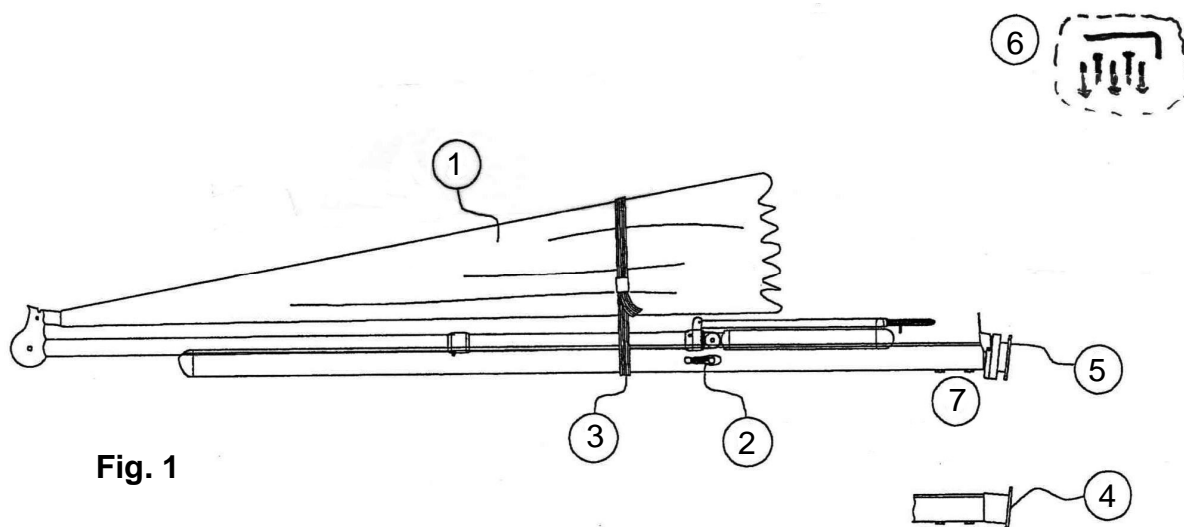
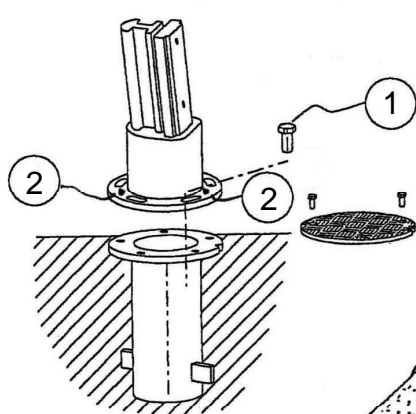

Fig. 1
Fig. 2
- Standrohr fix (Fig. 2) oder Drehfuss (Fig. 3) nach Entfernen der Schrauben (7, Fig. 1) aus dem Mast herausziehen.
- Fussflansch mit den Verankerungsschrauben (1) auf Verankerung festschrauben.
- Schirm (1) um ca. 30° schräg anheben und mit unterem Mastende auf Fussteil aufsetzen.
- Verbindungsschrauben (2) einsetzen und mit Mutter (3) sichern.
- Wenn der Schirm nicht schön gerade steht, Verankerungsschrauben (1, Fig. 2 / 3) wenig lösen, mit Nivellierschrauben (2, Fig. 2 / 3) justieren und Verankerung wieder fixieren.
- Kurbel (4) kann mit Schraube (5) auf Antriebs 6-Kant (6) fixiert werden wenn sie nicht abnehmbar sein soll.
- Schirm festhalten und Verankerungsschrauben (1, Fig. 2 / 3) herauserschrauben.